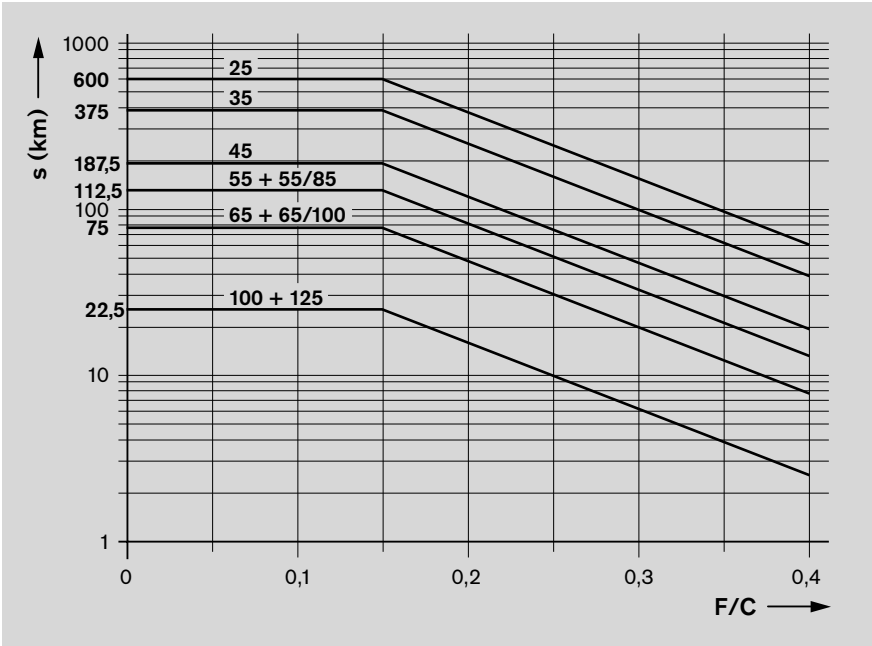

图 10
- 当达到补充润滑周期 (图 10) 时，在润滑接口上注入表 8 中的最小润滑量。为此需要用到以在补充润滑 (正常行程) 中同样的方法算出的脉冲次数和润滑节拍。